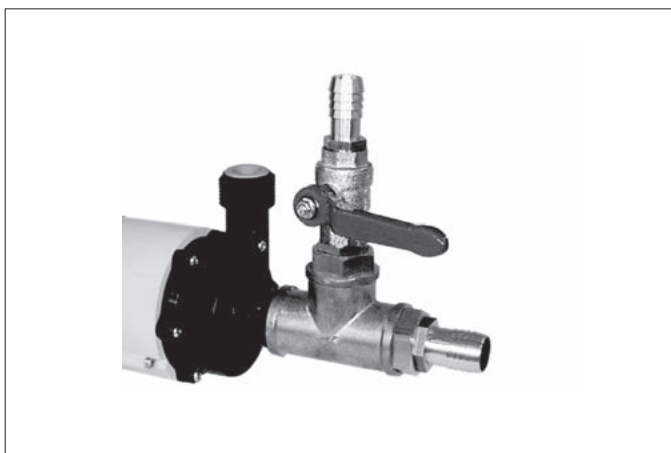

Abb.22 Befüllanschluss
- ▶ Bringen Sie einen Befüllanschluss auf der Eingangs-/Saugseite der Kaltwasserpumpe an. Siehe Abb.22.